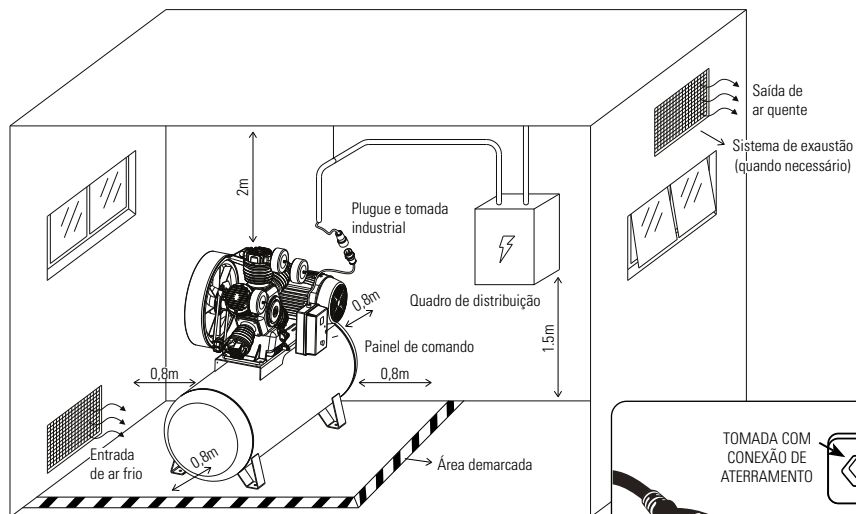

FIGURA 6.10 DETALHE DA ALIMENTAÇÃO ELÉTRICA E INSTALAÇÃO DO COMPRESSOR A PARTIR DO QUADRO DE DISTRIBUIÇÃO (QD)
- A temperatura ambiente máxima recomendada para trabalho é de 40 °C e mínima 5 °C. Instale um sistema de exaustão se necessário (Figura 6.10).
Demarque uma área em volta do compressor para alertar e prevenir colisões com o equipamento (Figura 6.10).